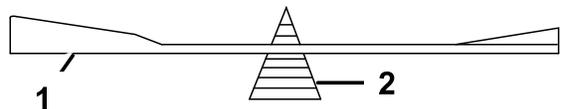

図 50
2. ブレードバランサーを使ってバランスを調べる **図 50**。